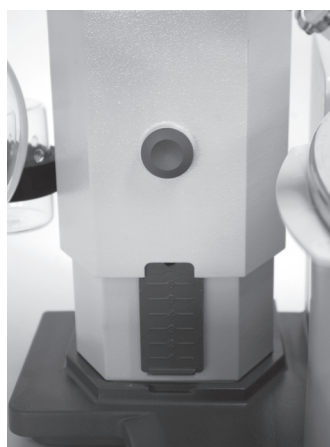

Fig. 19
- ☞ Schieben Sie den Anschlag (Q) in die gewünschte Position (Fig. 19).